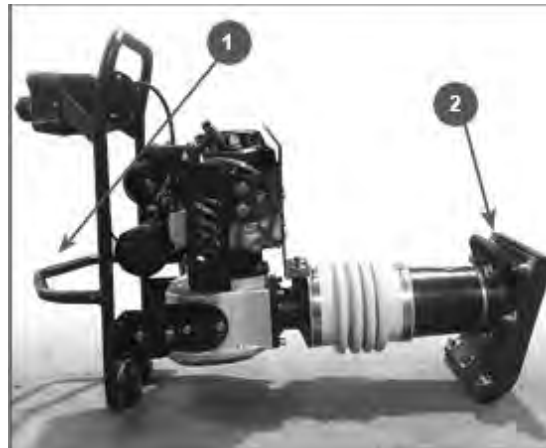

Рис.21 Транспортирование в горизонтальном положении (кроме модели ТМ-80)
4. Измерьте зазор между электродами свечи зажигания специальным щупом. Зазор должен быть 0,7-0,8 мм (Рис. 21). При увеличении, или уменьшении требуемого зазора, рекомендуется заменить свечу, так как регулировка зазора может привести к изменению качества искрообразования.
Если зафиксировать вибротрамбовку в вертикальном положении невозможно, закрепите устройство на транспортном средстве так, чтобы оно не перевернулось, не упало и не скатилось. Уложите вибротрамбовку так, чтобы двигатель был сверху (Рис. 21), и привяжите ее к транспортному средству за раму и рабочий цилиндр. Вибротрамбовку следует привязывать поперек рабочего цилиндра между трамбующим башмаком и смотровым отверстием для контроля уровня масла.
Перенос вибротрамбовки к новому участку работы осуществляется за транспортировочную скобу 1 и транспортировочную рукоятку 2 (Рис. 21).